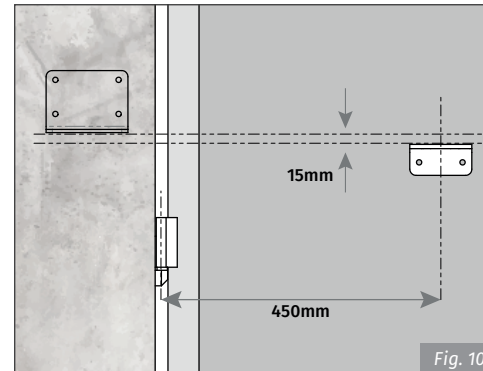

Fig. 10
- 3 • Bevestig de voorste steun aan de poortvleugel, volgens de afmetingen van **Fig. 10**. • 450mm van het poortscharnier en 15mm onder de motorsteun.